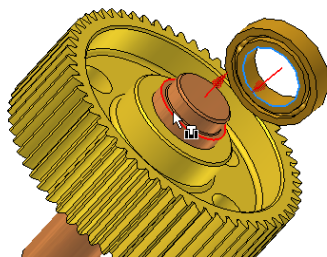

图 10-13 插入约束示意图
①单击【装配】标签栏【位置】面板上的【约束】工具按钮，打开“放置约束”对话框。
②装配类型选择为【插入】，选择如图 10-13 所示的两个圆形端面（有箭头符号垂直与该表面），偏移量设置为零，方式选择为【反向】即可。